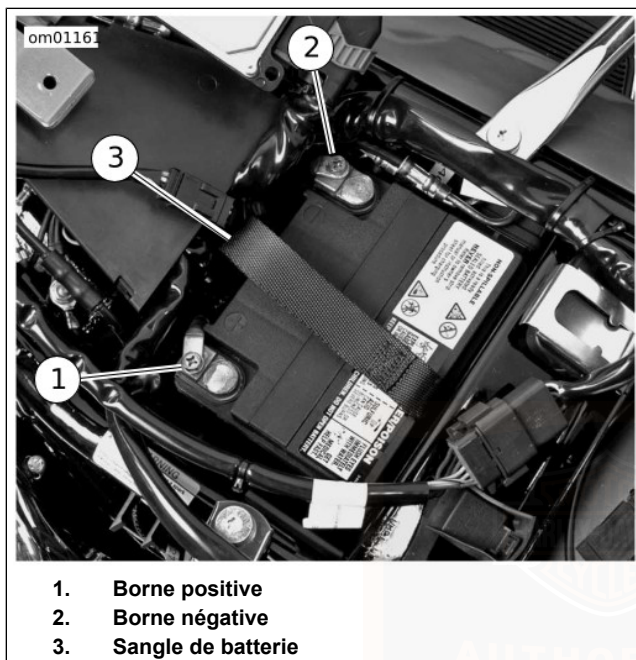

Figure 73. Compartiment de batterie : modèles Touring
5. Voir Figure 73. Dévisser le boulon et retirer le câble négatif (noir) de la batterie de la borne négative (-) de la batterie.
1. Voir Figure 73. Placer la batterie complètement chargée dans le compartiment ayant les bornes vers le devant du véhicule. Poser la poignée de la sangle sur le dessus de la batterie.